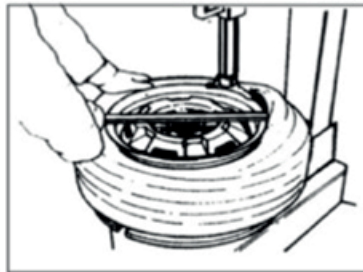

Fig. 20
- Levante o talão sobre o cabeçote de montagem/desmontagem com a alavanca, pise no pedal de controle da mesa giratória para girá-la no sentido horário até que o talão seja completamente separado (*Fig 20*). Recomenda-se colocar o cabeçote de montagem/desmontagem cerca de 10mm para o lado direito da válvula de ar se a roda possuir câmara, de modo a não danificar a câmara.